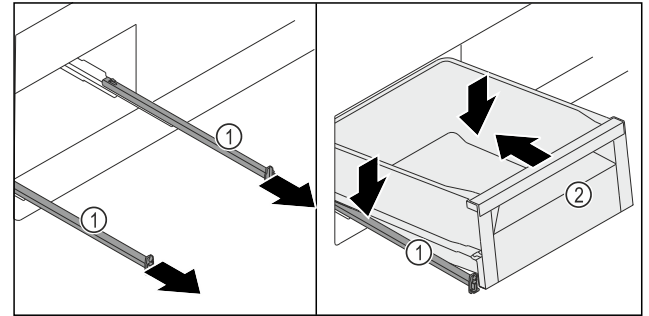

Fig. 128
- Kızakları Fig. 128 (1) çekip çıkarın.
- Kızakları Fig. 128 (1) sıkı tutun ve çekmeceyi Fig. 128 (2) eğri bir şekilde üstten kızaklara Fig. 128 (1) yerleştirin.
- Çekmeceyi Fig. 128 (2) kızaklarda Fig. 128 (1) sonuna kadar arkaya doğru itin.